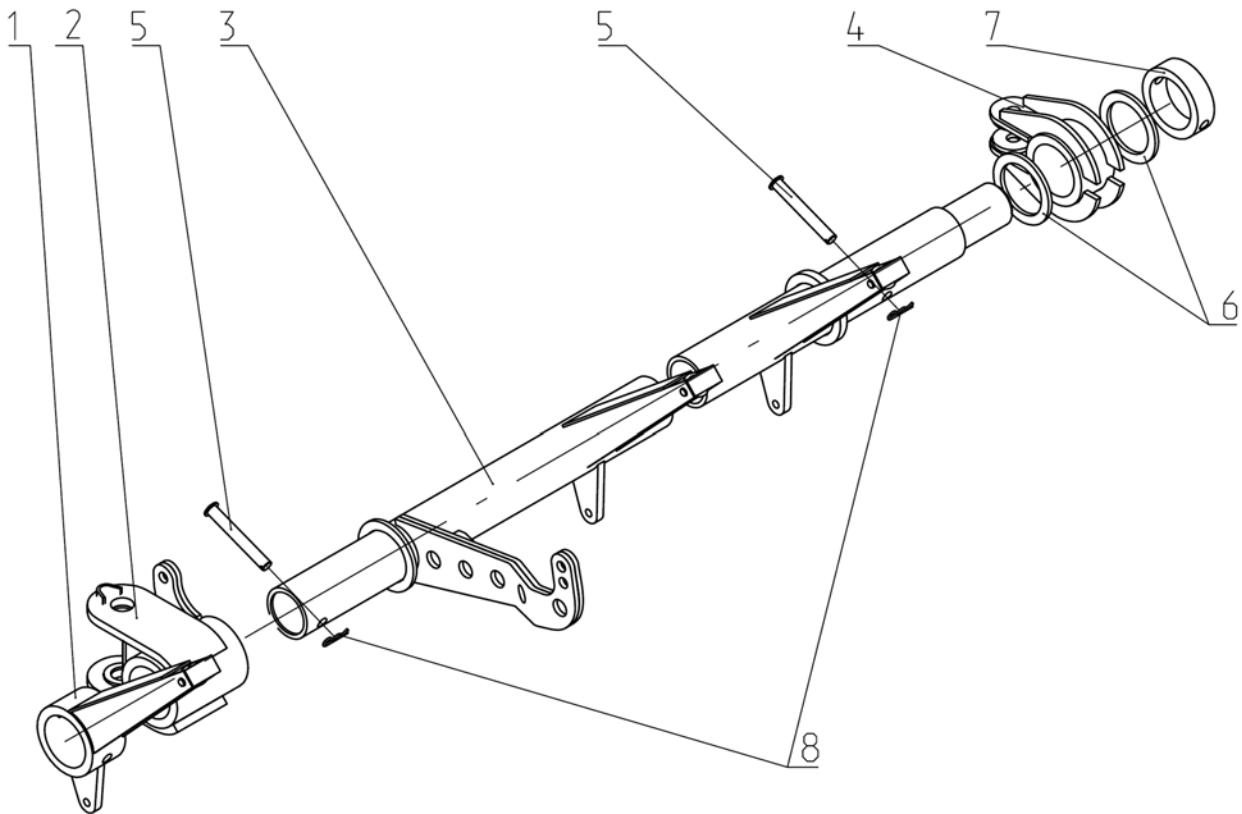
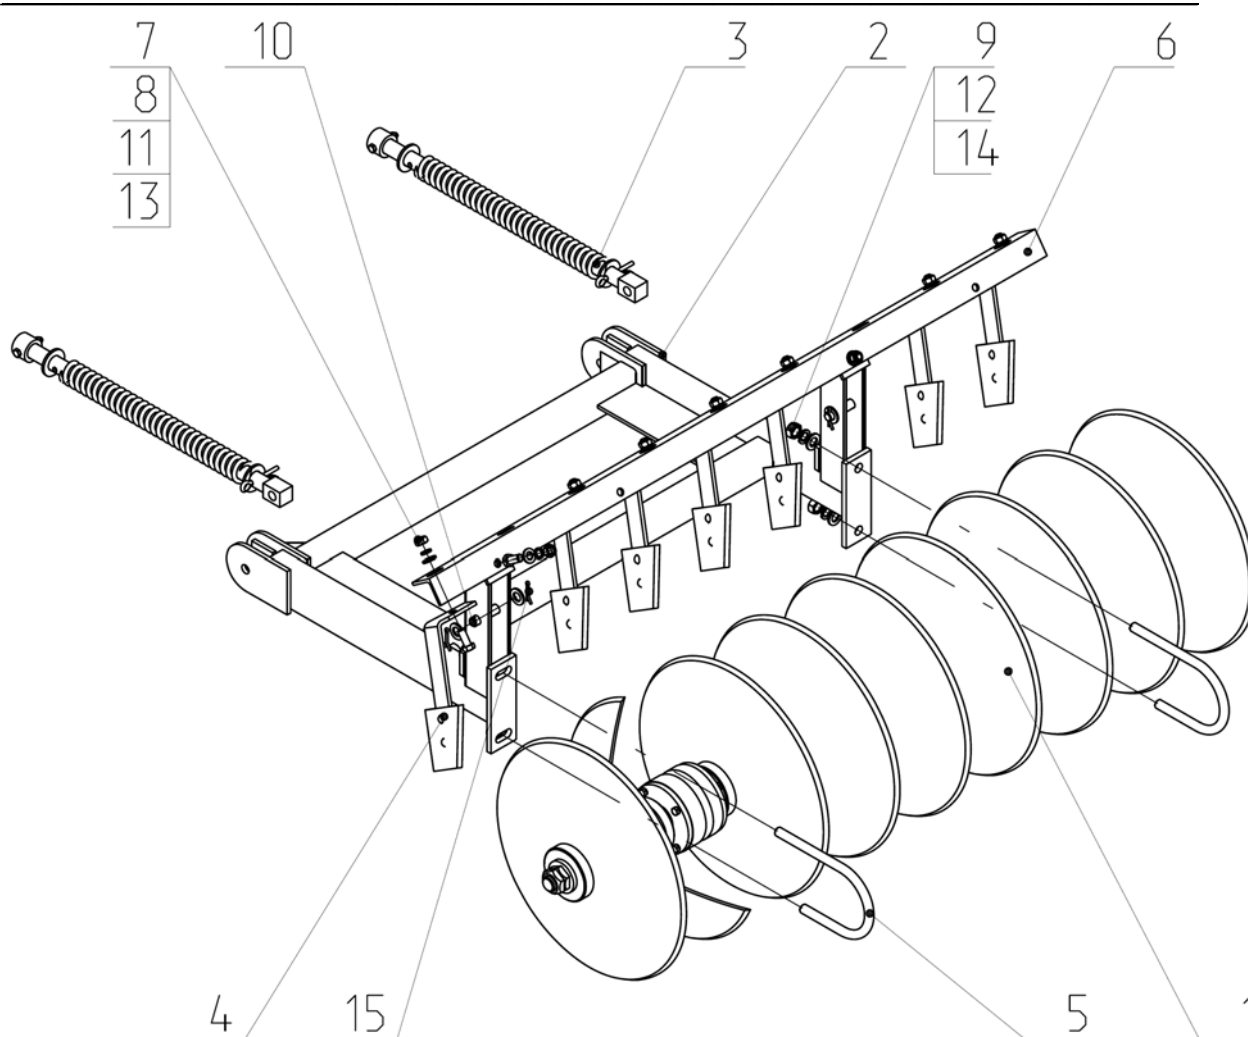

Рис.6. ЛДГ 01.030 Брус правый.
Рис.8 ЛДГ 02.010 Секция правая в сборе.
2.17.Брус правый (Рис.6) предназначен для навешивания секций батарей (Рис.8) и перевода их в рабочее положение из транспортного и обратно. Брус правый левым концом присоединяется к снице, а правым к колесной паре.
2.18. В состав бруса правого (Рис.6) входят стойка 1, корпус 2Б брус 3, проушина 4, фиксатор 5, шайба 6, кольцо 7 и шплинт пружинный 8.
2.19.Секция правая в сборе (Рис.8) состоит из батареи 1, которая является основным рабочим органом, рамки 2, к которой прикручиваются уголок 6 с чистиками 4.